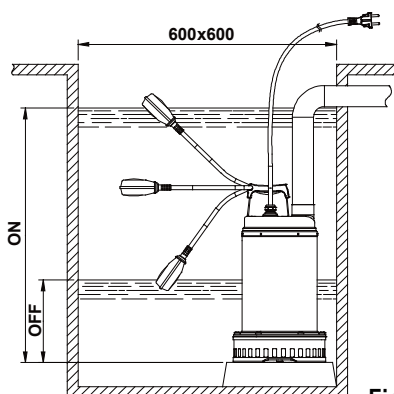

Fig.1
- 4.1 Om det är mycket smutsigt på brunnens botten där pumpen ska installeras bör pumpen placeras på ett stöd för att undvika igensättning (Fig.1)
2. För versionen som är utrustad med flottörbrytare ska du kontrollera att flottören kan röra sig fritt (se avsnitt "INSTÄLLNING AV FLOTTÖRBRYTARE"). **Min. mått** på brunnens där pumpen ska installeras anges i Fig.1. Brunnen måste alltid dimensioneras i förhållande till mängd inloppsvatten och pumpens kapacitet, så att motorn inte måste starta ett överdrivet antal gånger.